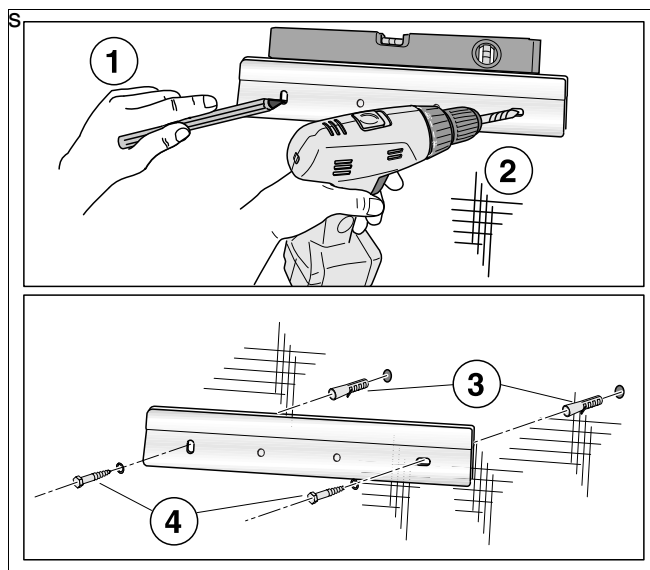

Bild 8 Montera vägghållare
- Märk ut båda borrhålen med hjälp av vägghållaren (bild 8, **steg 1**).
- Borra 2 hål i väggen (bild 8, **steg 2**).
- Sätt i de 2 bifogade pluggarna i borrhålen (bild 8, **steg 3**).
- Montera vägghållaren vågrätt med hjälp av de 2 medföljande skruvarna (bild 8, **steg 4**).